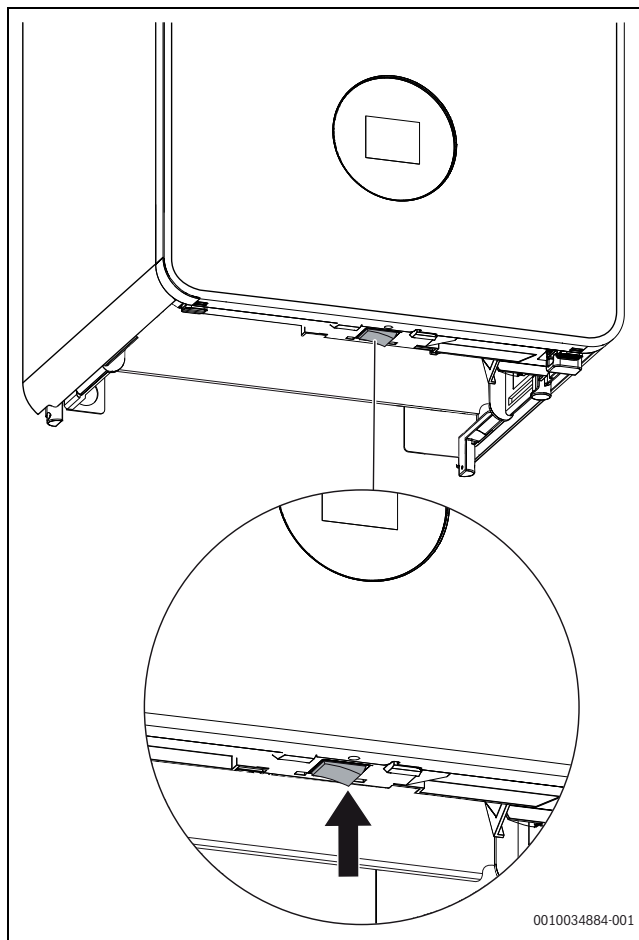

Fig. 1 Înterupător pornire/oprire
- ▶ Opriți aparatul de la nivelul înterupătorului de pornire/oprire (→ Fig. 1)